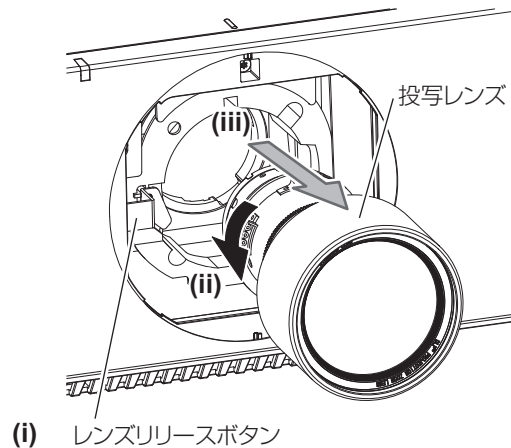

図2
- 2) レンズリリースボタンを押しながら反時計方向に投写レンズを回しきり、投写レンズを取り出す（図2）
- 2) 時計方向に「カチッ」と音がするまで回す（図 2）